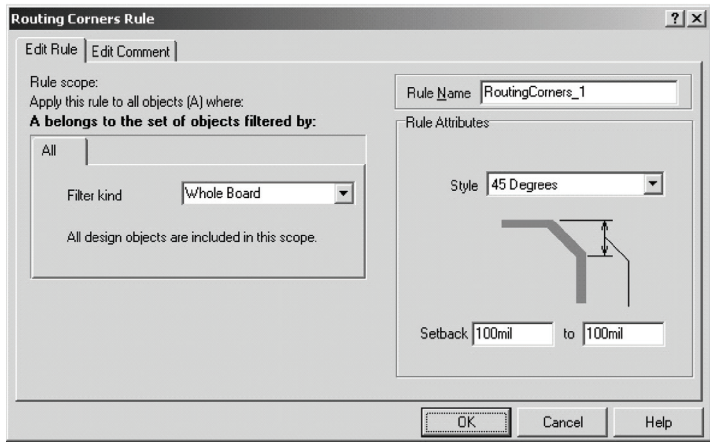

图 6-64 “Routing Corners Rule” 对话框
- 2) Routing Corners: 该选项用来设置走线拐弯的样式。双击“Routing Corners”选项，系统将弹出如图 6-64 所示的“Routing Corners Rule”对话框。该对话框主要设置两部分内容，分别如下。